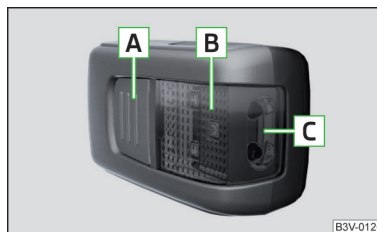

Fig. 141
Descrierea lămpii » fig. 141
- Apăsăți tasta **A** » fig. 141 - lampa se aprinde.
- Dacă lampa nu este stinsă și așezată corect în suport, diodele cu LED din partea din față a lămpii **C** » fig. 141 se sting automat.